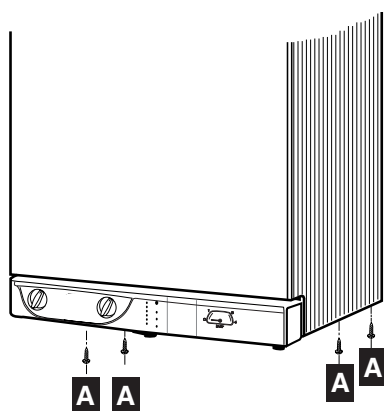

Fig. 18
- visser les 4 vis **A** de fixation de l'habillage, situées en partie inférieure (fig. 18).